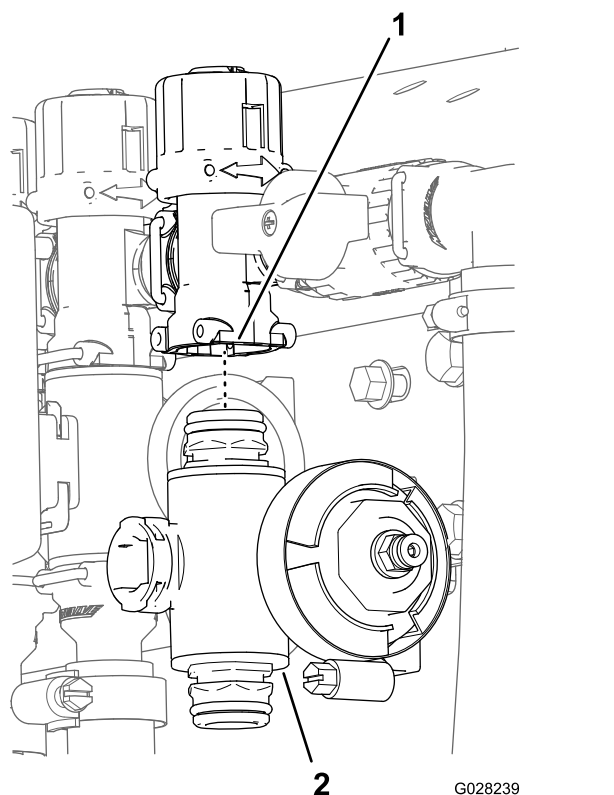

Figura 96
3. Válvulas de sección de los brazos izquierdo y derecho: retire los pernos con arandela prensada y las contratuercas con arandela prensada que sujetan la(s) válvula(s) de sección al soporte de las válvulas, y retire el/los distribuidor(es) de la máquina; válvula de la sección central: retire el distribuidor de la válvula de sección de la máquina (Figura 96).